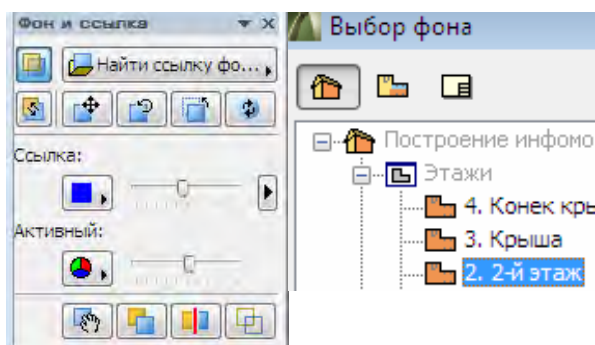

Рис. 22
6. Нажмите кнопку **Найти ссылку фона** и в появившемся диалоговом окне выберите **2.2-й этаж** (рис. 22).